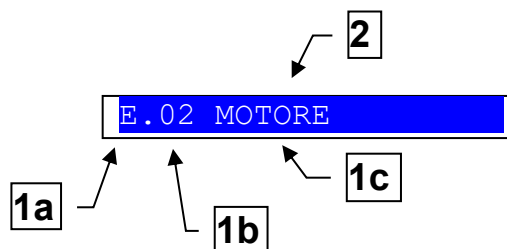

Fig. 5 - Visualizzazione barra di stato superiore
8.5.5 Barra di stato superiore (rif. alla fig. 5)